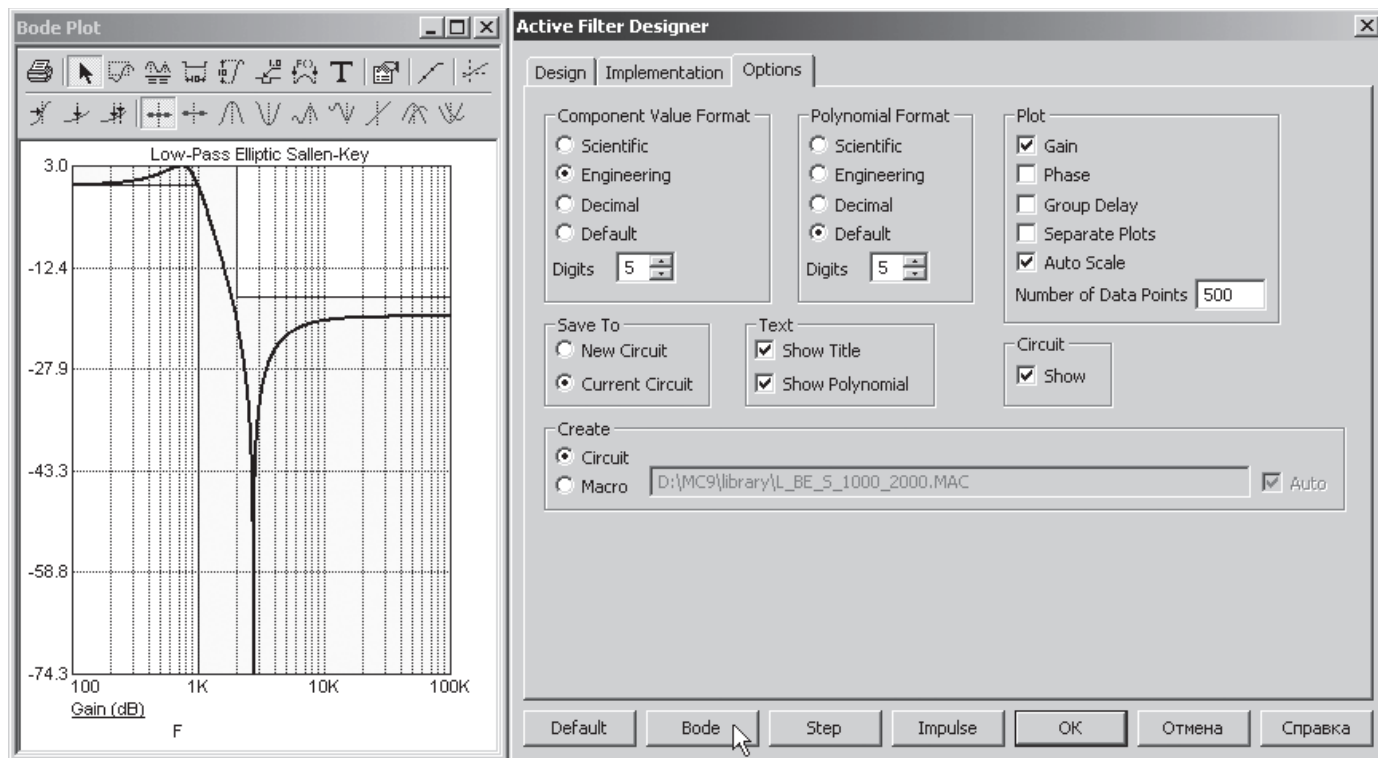
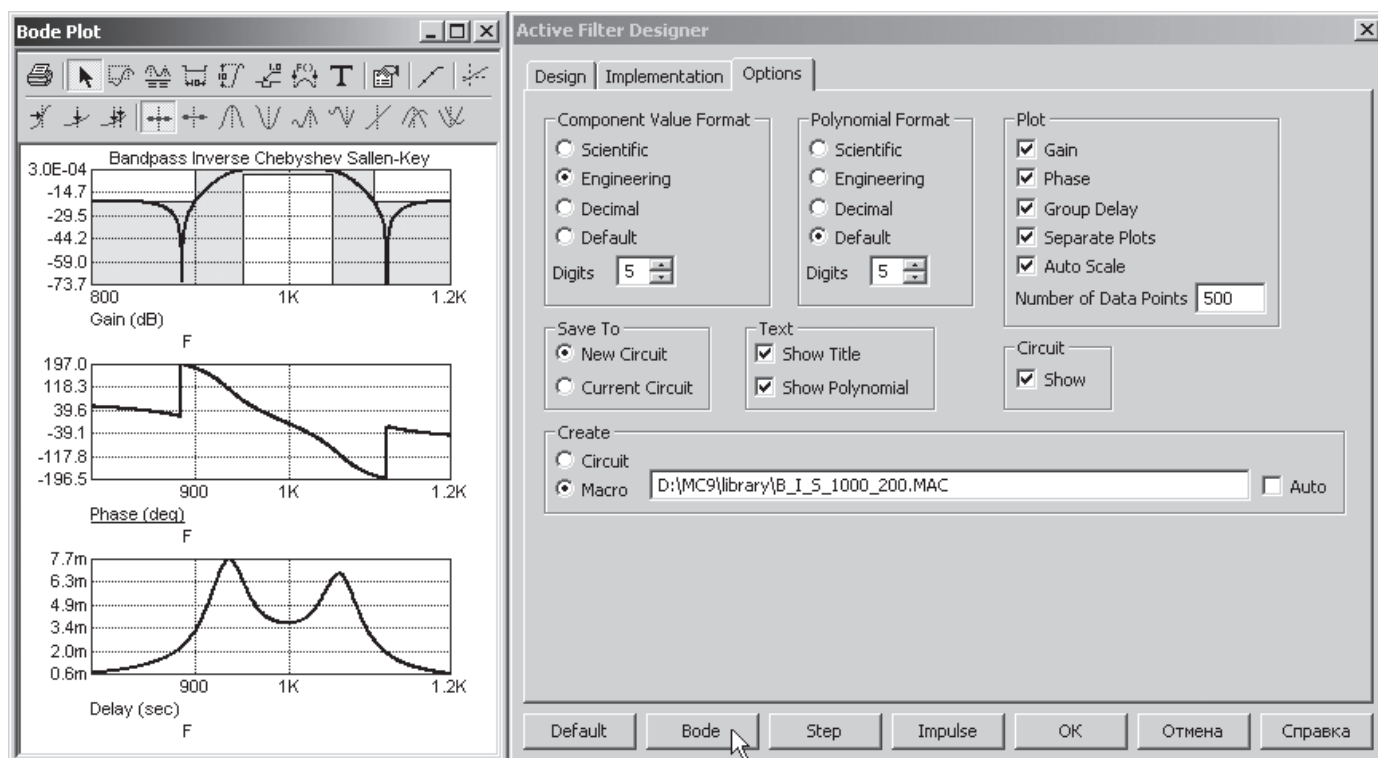
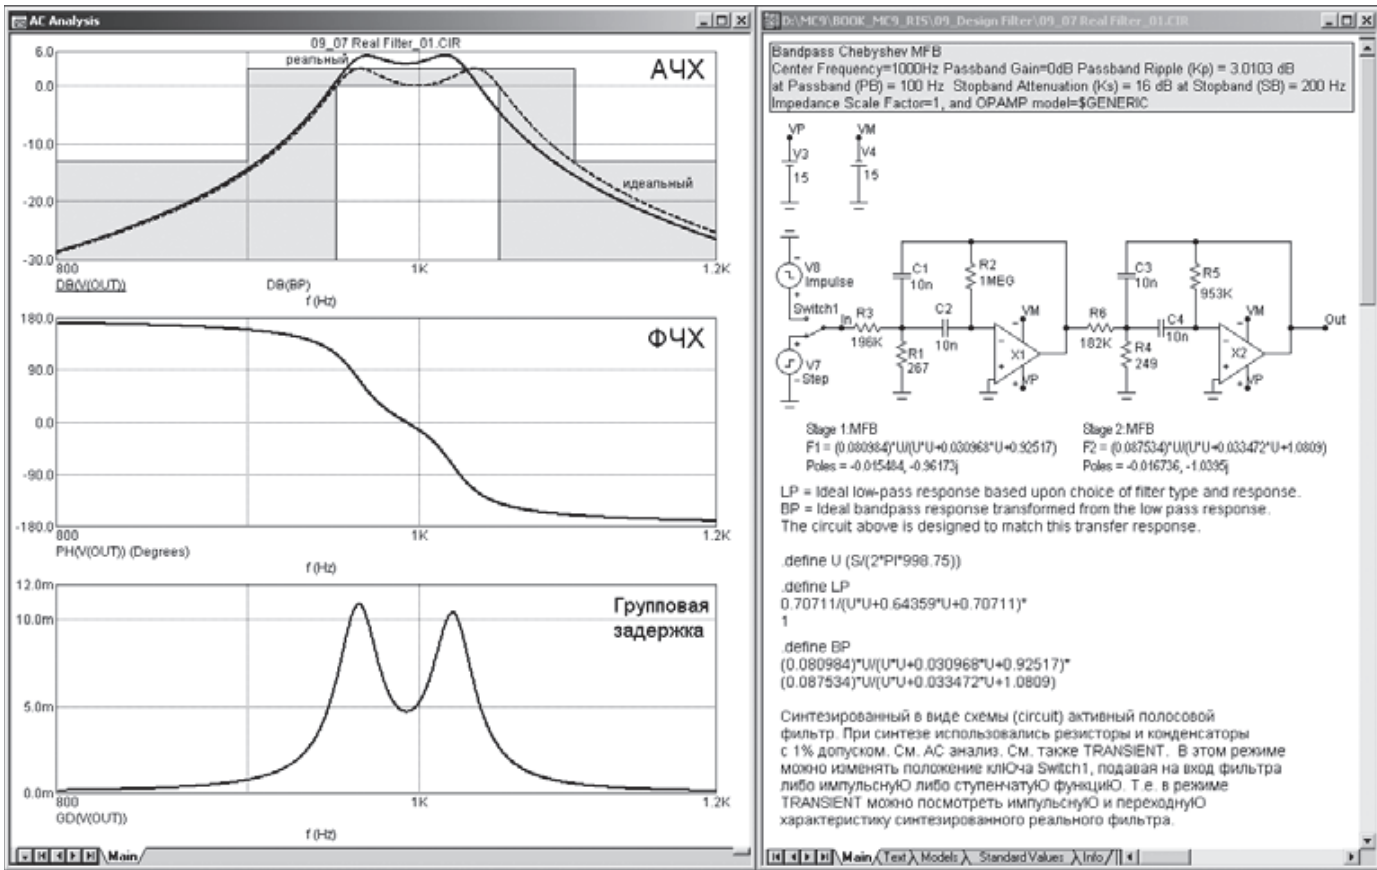

Рис. 9.5. Закладка Options диалогового окна синтеза активных фильтров
Рис. 9.6. Окно *Bode Plot* с графиками частотных характеристик идеального фильтра
Рис. 9.7. Частотный анализ синтезированного фильтра
В этой закладке выбирается точность и способ представления используемых пассивных компонентов, графики для построения при нажатии **Plot**, сохранение синтезированного фильтра в виде макромодели или схемы, перенос результатов синтеза в текущую схему или создание новой. Закладка **Options** содержит следующие пункты (рис. 9.5).
Во-первых они воздействуют на графики, которые показываются при нажатии кнопки «Bode» (рис. 9.6). Этот график представляет собой график идеальной комплексной частотной передаточной функции. Он показывает, как будет работать схема, собранная на идеальных компонентах.
Во-вторых, если выбрана опция *Save To: New Circuit*, она изменяет установки АС-анализа создаваемой схемы. Она устанавливает выражения для частотного анализа такими, чтобы при выборе **АС** анализа и его запуске (**F2**) сразу же строились только те графики, которые выбраны, причем для двух вариантов: идеализированного и реального фильтров (рис. 9.7).
- **Bode.** Показывает выбранные характеристики диаграммы Боде. Это могут быть модуль коэффициента передачи (см. рис. 9.5), фаза и (или) групповая задержка (см. рис. 9.6) в зависимости от того какие флажки и опции установлены на соответствующей панели закладки OPTIONS. То, что строится в окне Bode Plot — это график *идеальной* передаточной функции для выбранного фильтра. Этот график не является передаточной функцией реального фильтра, который изготавливается на основе выбранной реализации. Для того чтобы получить передаточную функцию реального фильтра надо запустить АС анализ для синтезированной схемы. Если установлен режим задания параметров (specification mode) *Mode 1*, то на построенном в режиме АС графике будут присутствовать специальные области, выделенные жёлтым цветом, — это области разрешенного хода кривой передаточной функции реального фильтра в соответствии с задаваемыми параметрами. По расположению графика передачи реального фильтра относительно указанного полигона можно судить о его соответствии техническому заданию. Выше (см. рис. 9.7) приведен пример частотного (АС) анализа синтезированного полосно-пропускающего фильтра Чебышева. На графике коэффициентов передачи в децибелах видны различия идеального и реального фильтров и выход за пределы полигона амплитудно-частотной характеристики реального фильтра.
схемы для реализации всех звеньев. Если включена опция *New Circuit*, также производятся установки в диалоговом окне АС-анализа для построения характеристик схем: реальной синтезированной и идеализированной теоретической (см. рис. 9.7). Если флажок на панели *Specifications* установлен в положение *Mode 1*, на графики добавляется область, показывающая разброс возможного хода кривой передаточной функции, определяемая параметрами технического задания для фильтра (см. рис. 9.7). Также производятся установки параметров анализа *Transient* для расчета переходных процессов при воздействии на вход схемы ступенчатой (*Step*) и импульсной (*Impulse*) функции. Выбор воздействия осуществляется двойным кликом по переключателю *SPDT*. После создания схемы фильтра программа выходит из диалогового окна.
При нажатии **OK**, программа создает схемную реализацию заданного фильтра (см. рис. 9.7). Она называет его *circuit2*. Последующие схемы фильтров получают имена *circuit3*, *circuit4* и т.д. Схемы, конечно же, могут быть переименованы после сохранения их на диске.